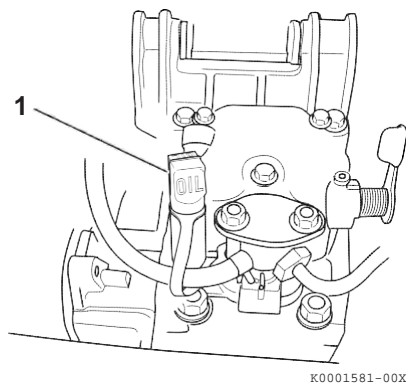

Figura 1
- (a) Togliere il tappo dell'olio (**Figura 1, (1)**).
- (c) Reinscrivere il tappo dell'olio (**Figura 1, (1)**).